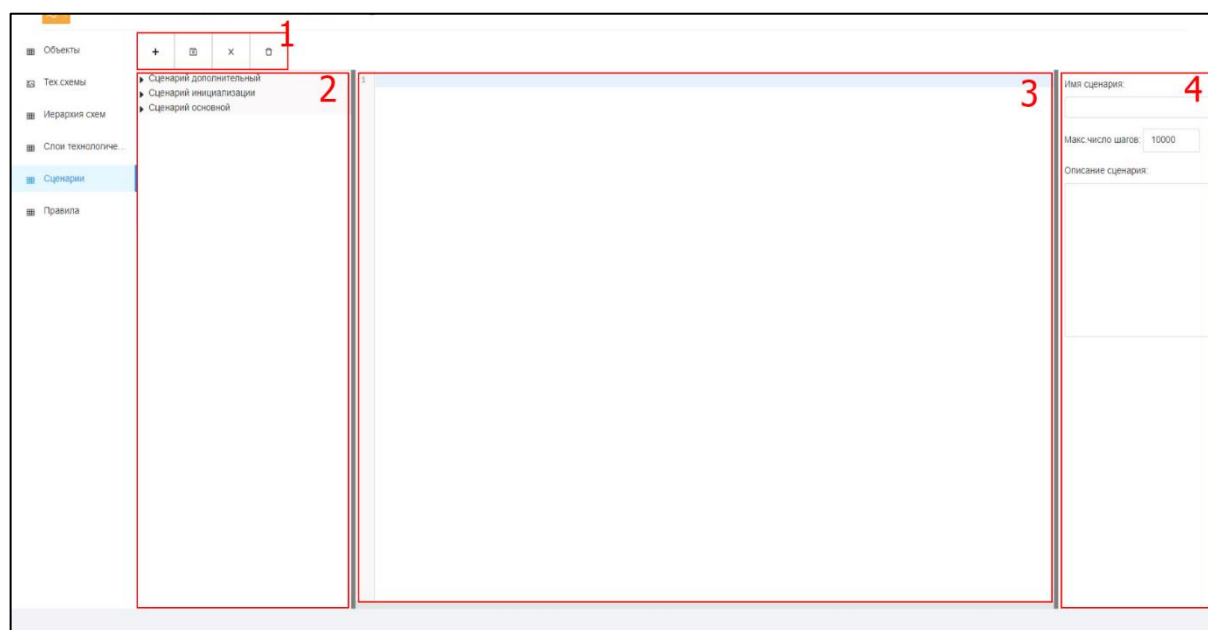
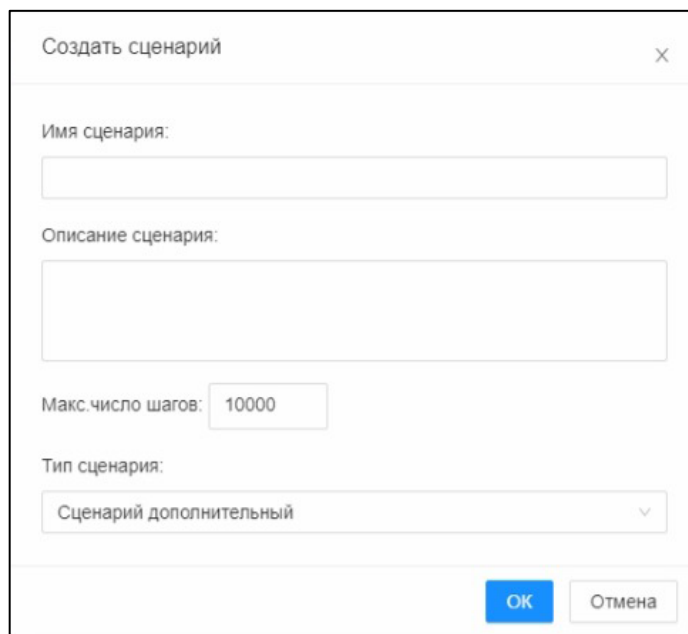

Рисунок 23. Описание окна «Сценарии»
Рисунок 24. Окно «Создать сценарий»
Экранная форма раздела «Сценарии» имеет следующий вид (Рисунок 23) и условно делится на следующие области:
На панели инструментов (область 1, Рисунок 23) расположены следующие кнопки:
В области «Перечень сценариев» (область 2, Рисунок 23) отображается список сценариев модели ТП, объединенные в следующие группы:
- в области «Алгоритм» (область 3, Рисунок 23) отображается алгоритм, связанный с данным сценарием;
- в области «Характеристика сценария» (область 4, Рисунок 23) выводится информация о выбранном сценарии:
Функция добавления нового сценария вызывается кнопкой  - «Создать сценарий» (область 1, Рисунок 23). При нажатии появляется экранная форма «Создать сценарий» (Рисунок 24).